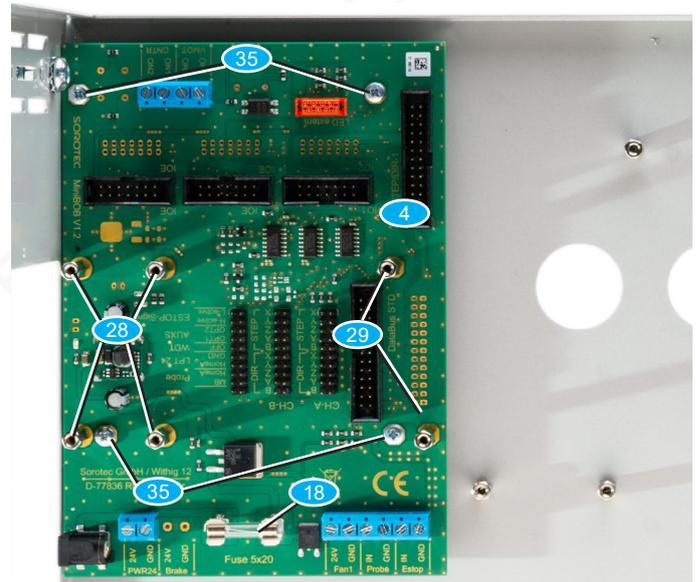

Bild 9: MC Bob
- Montieren Sie die Hauptplatine **4** mit Zylinderkopfschrauben **35** und den Distanzhülsen **28** und **29**, wie in Bild 9 gezeigt.